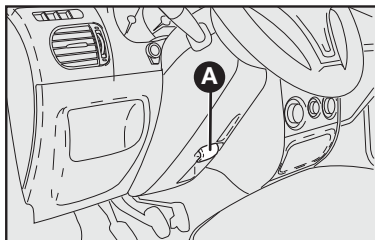
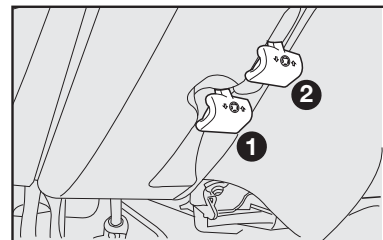

fig. 12
fig. 13
## VOLANTE – fig. 12 e 13
- 1) Deslocar a alavanca **A**–fig. 12 para a posição **2**–fig. 13.